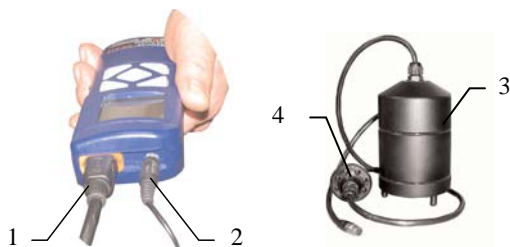

Рис.5
Желательно не допускать касания боковой поверхности акустического датчика поз.3 рис.5 веток, листьев, травы, это может создать дополнительные акустические помехи при работе прибора.
Для удобства перестановки датчика по исследуемой поверхности предусмотрена передвижная ручка поз.4 рис.5, высоту установки которой следует отрегулировать под рост оператора.
1) Подключить к разъемам приемника АП-015 акустический датчик поз. 1 рис.5 и головные телефоны поз. 2 рис.5 (если необходимо).